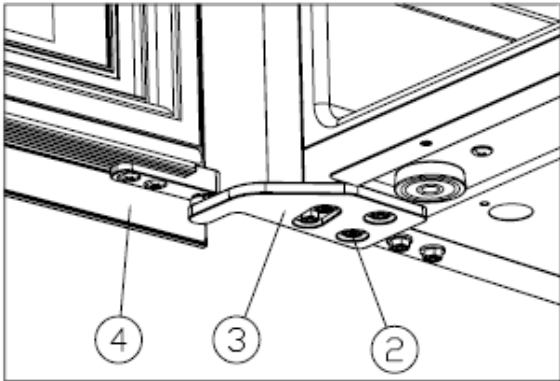

Abb. 5
- ✧ Das obere Scharnier montieren (3) und die M5*16-Schrauben anziehen (2). [Abb. 5]